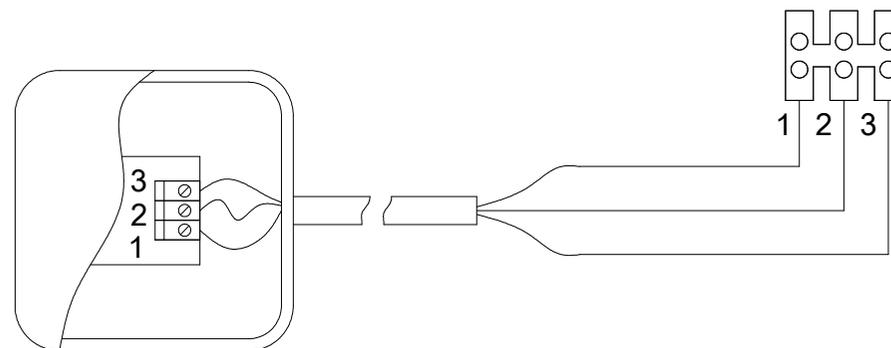

Рисунок 6. Воздушный термодатчик и его подключение в котле
7.6. Установить датчик температуры воздуха в контролируемом помещении на высоте 1.5 м от пола, исключив прямое воздействие на него солнечных лучей, потоков воздуха от нагревательных приборов. Длина предустановленных проводов до датчика 2 м. Допускается удлинение проводов до 20 м проводом 3x0.35 мм кв., с сохранением маркировки по рис. 6. **ПОМНИТЕ-НЕПРАВИЛЬНОЕ ПОДКЛЮЧЕНИЕ МОЖЕТ ПРИВЕСТИ К ВЫХОДУ ИЗ СТРОЯ ДАТЧИКА!**